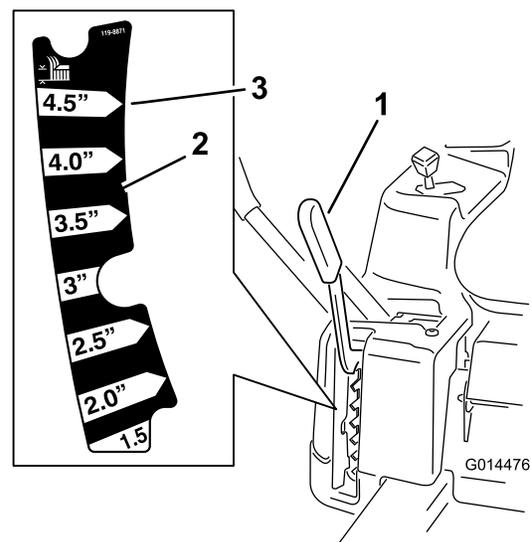

Figure 9
3. Relevez le levier de sélection de hauteur de coupe en position de transport, à la position de réglage 4,5 (qui correspond aussi à la hauteur de coupe de 115 mm) (Figure 9).